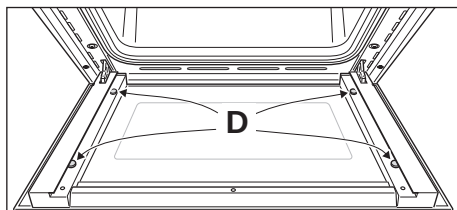

Fig. 6.21
- Kontroller at gummipuderne (**M**) er placeret korrekt (Fig. 6.21).